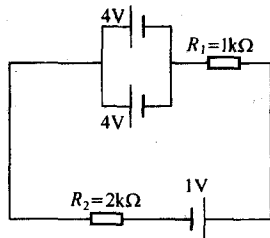

图 1.8 电路分析图
4. 电路如图 1.8 所示，①标出回路电流方向；②通过电阻 R_1 的电流为_____。